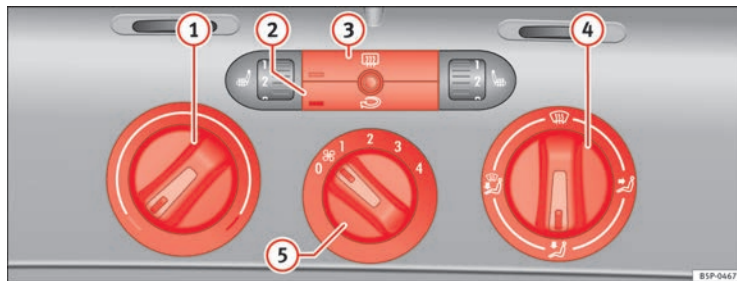

Abb. 106 In der Instrumententafel: Bedienelemente der Heizung
- Mit den Reglern ⇒ Abb. 106 ① und ④ und mit dem Schalter ⑤ stellen Sie die Temperatur, die Luftverteilung und die Gebläsestufe ein.
- Drücken Sie die jeweilige Taste ② bzw. ③, um eine Funktion ein- oder auszuschalten. Bei einer eingeschalteten Funktion leuchtet die Kontrollleuchte unten links an der Taste auf.